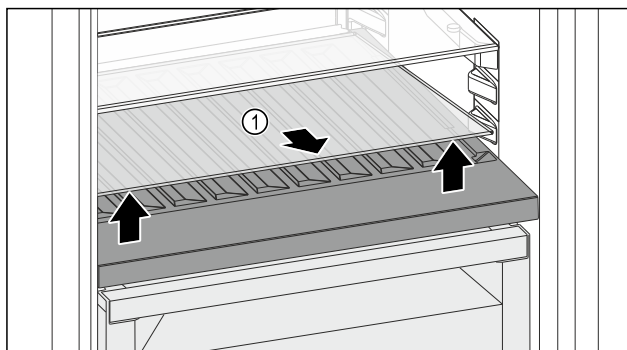

Fig. 116
- ▶ Skorистайтесь пазом спереду, щоб підняти скляну полицю Fig. 116 (1) і вийняти її.
- ▶ Безпечно зберігайте скляну полицю Fig. 116 (1) за межами пристрою.